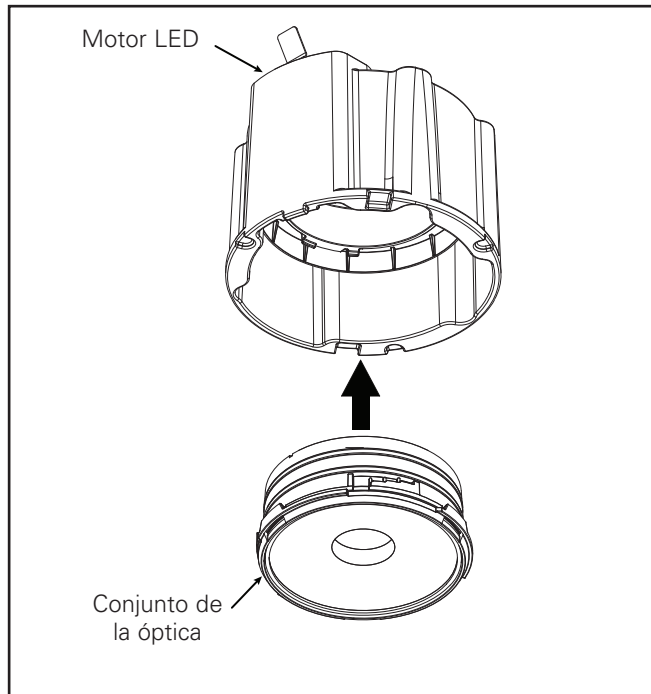

Figura 1
3. Introduzca la unidad de la óptica en el soporte del motor LED y alinéela con las ranuras de apertura en el soporte del motor LED (Figura 1).